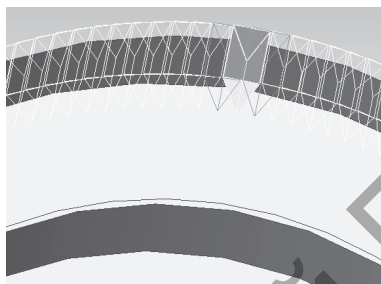

Рисунок 13.7
7. После указания операции становится доступной кнопка «Выбор точек оси вращения». Выберите начальную и конечную точки оси. Установите значение угла 360° и шага 2. Щелчком мыши нажмите и повторным щелчком отожмите кнопку «Предварительный просмотр». На экране останется фантом предварительно построенного рифления (рис. 13.7). Увеличьте масштаб просмотра.